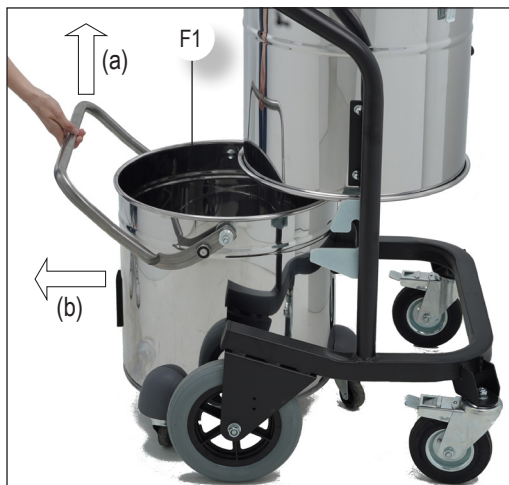

Fig. 1
Til de hendel op (A) en haal de bak eruit -F1- (B) (Fig.1);
Løft opp spaken (a) og dra ut beholderen -F1- (b) (Fig.1);
Elevar a alavanca (a) e extrair o bidão -F1- (b) (Fig.1);